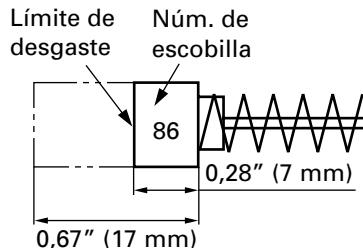

Fig. 7
## 3. Inspeccionar los carbones de contacto (Fig. 7)
**NOTA:** Utilice las escobillas HITACHI Núm. 86 indicadas en la Fig. 7.
Afloje el tornillo (perno de cabeza hexagonal M4 × 12) de la cubierta de la tapa, y extraiga ésta. (Fig. 7) Despues de reemplazar las escobillas, apriete las tapas de la misma y por último, monte firmemente la cubierta de la tapa.